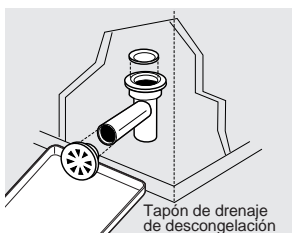
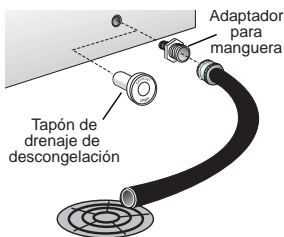
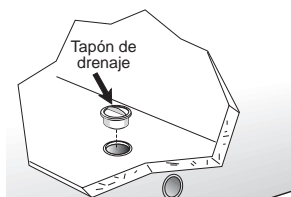

Figura 2
Figura 3
Figura 4
- **Para descongelar los modelos horizontales con drenaje de descongelación**, coloque una olla poco profunda debajo de la salida de drenaje (figura 2). Puede utilizar un adaptador de manguera de jardín de ½ pulgada para drenar el congelador directamente a una boca de drenaje del piso (figura 3). Si su modelo no está equipado con un adaptador, puede comprar uno en la mayoría de las ferreterías. Jale hacia afuera el tapón de drenaje que se encuentra dentro del congelador (figura 4). El agua de descongelación se drenará.